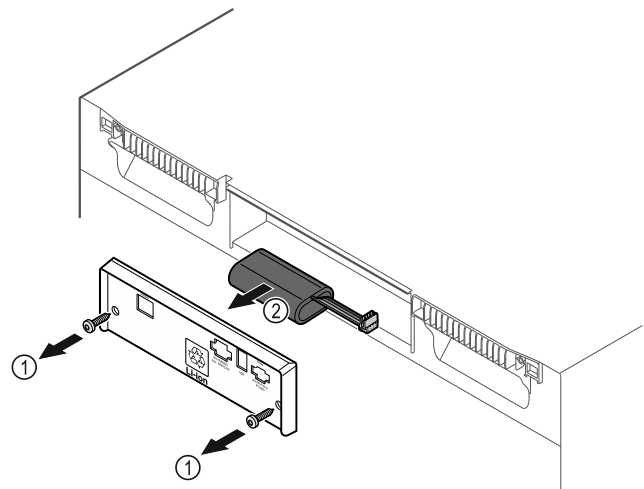

Fig. 235
- ▶ Lironi vidat dhe hiqni kapakun mbulues në anën e pasme të pajisjes Fig. 235 (1).
- ▶ Shkëputni baterinë dhe nxirrni jashtë Fig. 235 (2).